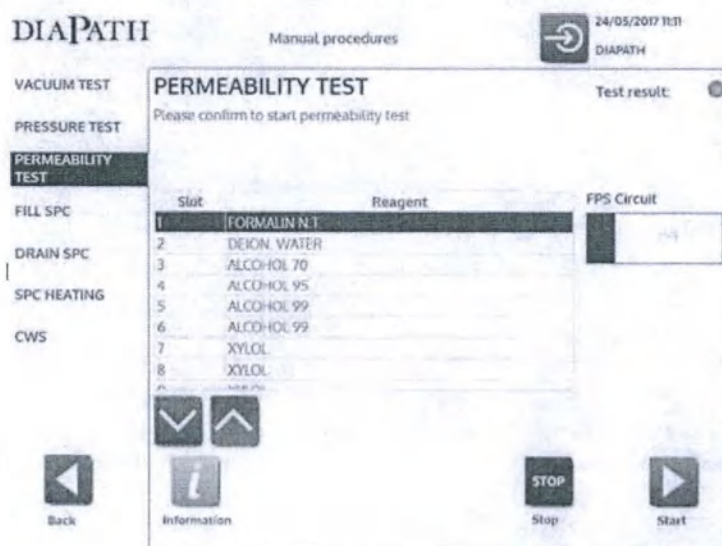

Рисунок 50.
- **Проверка проницаемости:** проверьте, свободна ли заданная позиция или нет ли на ней каких-либо остатков. Испытание завершается только в том случае, если давление снижается до предела проницаемости в течение фиксированного времени (Рисунок 50).